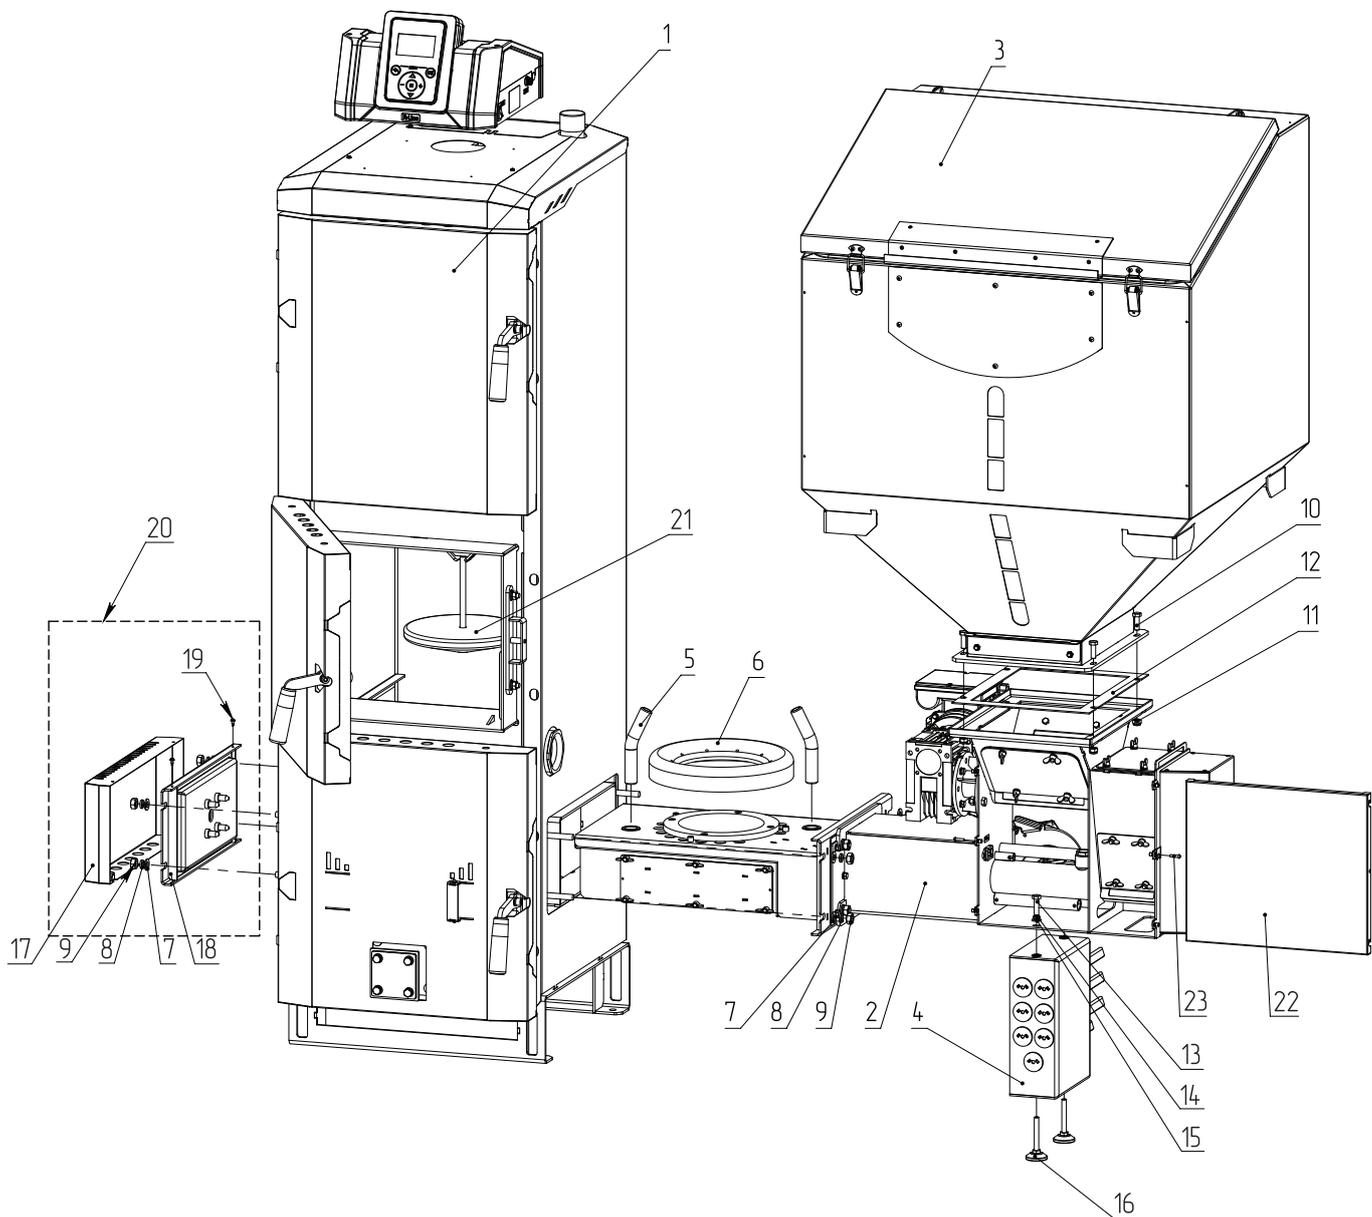

Рис.9 Монтаж котла
1. Открутите саморезы (**Рис.9, поз.19**), снимите кожух заглушки горелки (**Рис.9, поз.17**);
2. Открутите крепежи (**Рис.9, поз.7-9**) и снимите основание заглушки (**Рис.9, поз.18**);
3. Открутите винты (**Рис.9, поз.23**) из механизма;
4. Снимите декоративную крышку (**Рис.9, поз.22**) движением вверх;
5. Снимите тарелку (**Рис.9, поз.6**) с горелки;
8. Осуществите сборку заглушки окна горелки (**Рис.9, поз.20**) в обратном порядке;
9. Прикрутите ножку механизма (**Рис.9, поз.4**) с помощью крепежа (**Рис.9, поз.13-15**) (Подпятники (**Рис.9, поз.16**) должны быть вкручены в ножку);
10. Установите бункер (**Рис.9, поз.3**) на механизм (**Рис.9, поз.2**) через прокладку (**Рис.9, поз.12**);
11. Зафиксируйте с помощью крепежа (**Рис.9, поз.10-11**);
12. Установите тарелку (**Рис.9, поз.6**) и трубки подачи вторичного воздуха (**Рис.9, поз.5**) на горелку;
13. Установите отражатель пламени (**Рис.9, поз.21**);
14. Установите декоративную крышку (**Рис.9, поз.22**).